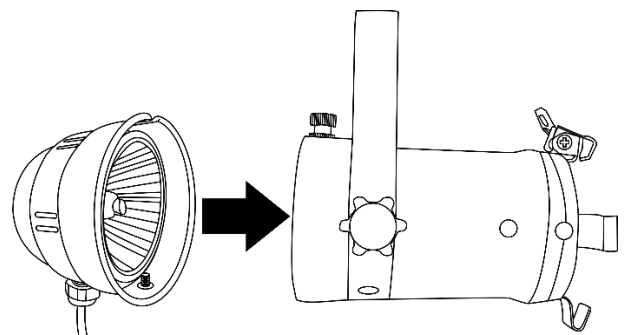

Abb. 06
- 05) Setzen Sie die hintere Abdeckung des Leuchtmittels wieder auf (Abb. 06). Achten Sie darauf, dass die Schraube an der Unterseite der hinteren Abdeckung in das Loch an der Unterseite der vorderen Abdeckung passt.